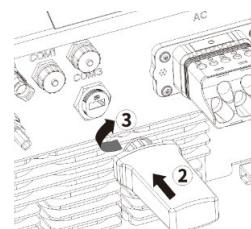

Fig. 19: Ansluta WLAN-stickan
- 4 Sätt i nätverkskabeln i COM1 eller COM2 (se fig. 19. Beakta sekvensen och pilarnas riktning)
- 5 Dra åt den gångade hylsan och dra sedan åt svivelmuttern i änden (pos 5 och 6).